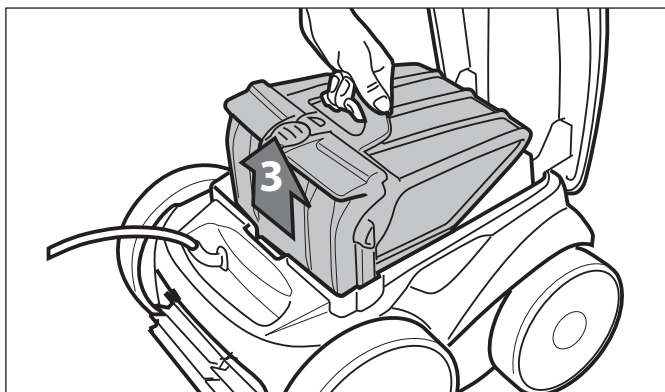

Figura 20. Retire el conjunto del cartucho del filtro
4. Retire el conjunto del cartucho del filtro del cuerpo (3), como se muestra en la Figura 20.